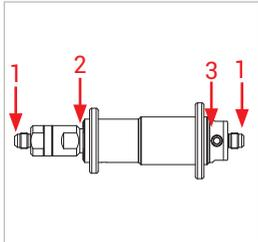
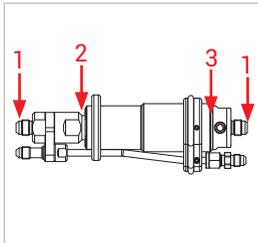

Abbildung 5
Abbildung 6
- ▶ Überprüfen Sie folgende Messstellen, wie in *Abbildung 5* und *Abbildung 6* abgebildet:
- Verschraubungen (1)
- Bereich der Spannzangen (2)
- Bereich der Exzenterbetätigung (3)